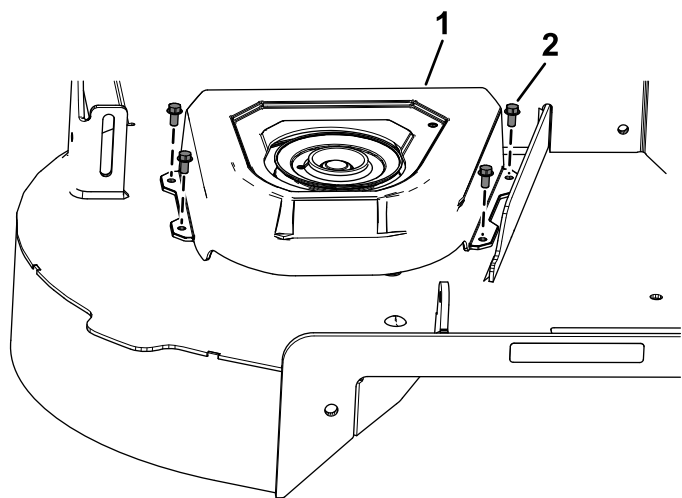

Figura 12
4. Instale la cubierta nueva sobre la polea con los 4 tornillos (1/4" x 1/2") que retiró anteriormente, como se muestra en la Figura 12.